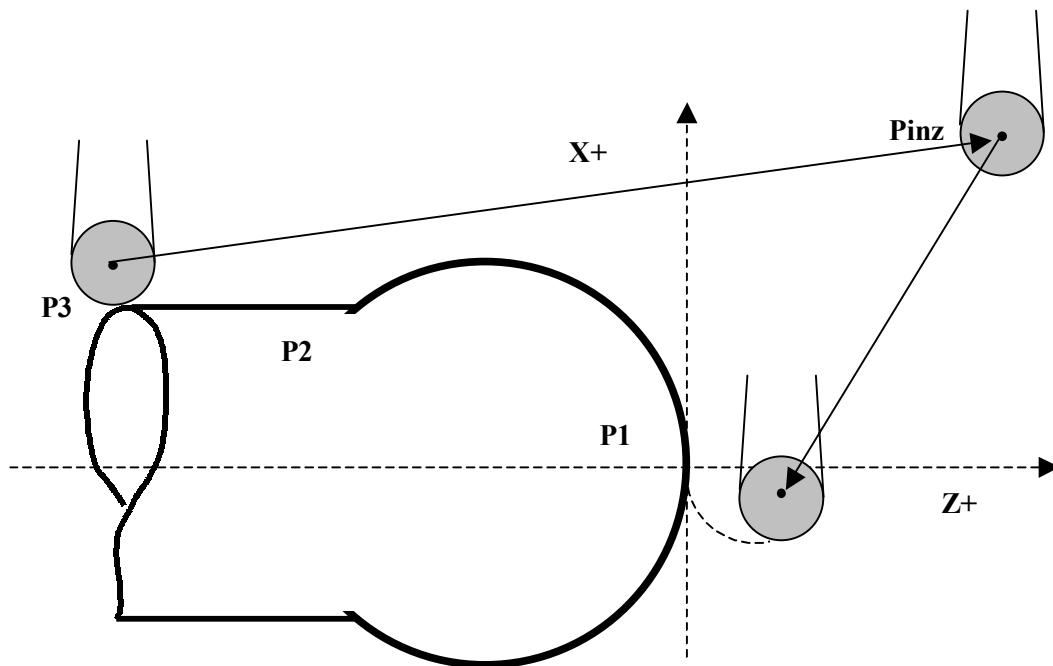

FIG.10-10 Esempio di Attacco Tangenziale
**Esempio di programmazione (Vedi FIG 10-10):**